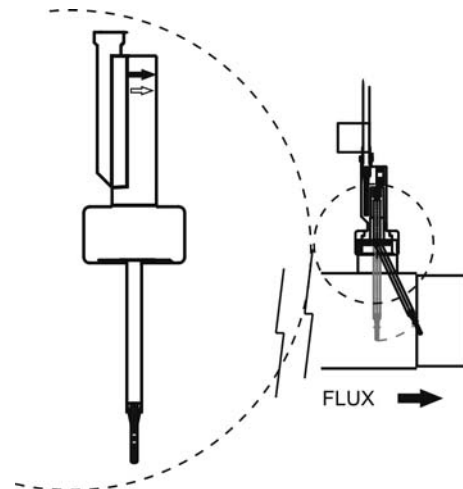

Fig. 11
3. Une flèche est marquée sur la tête du détecteur de flux. Assurez-vous que cette flèche est parallèle à l'axe de la conduite et qu'elle coïncide avec la direction du flux de l'eau (Fig. 11).